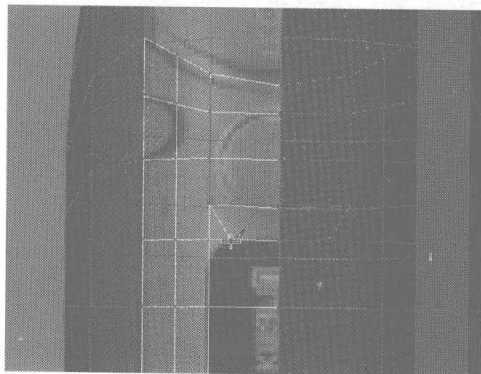

图 3.61
- 01** 在 Front 视图中单击右键，在弹出的对话框中选择 Cut 命令，在如图 3.61 所示的位置添加几条细分线。